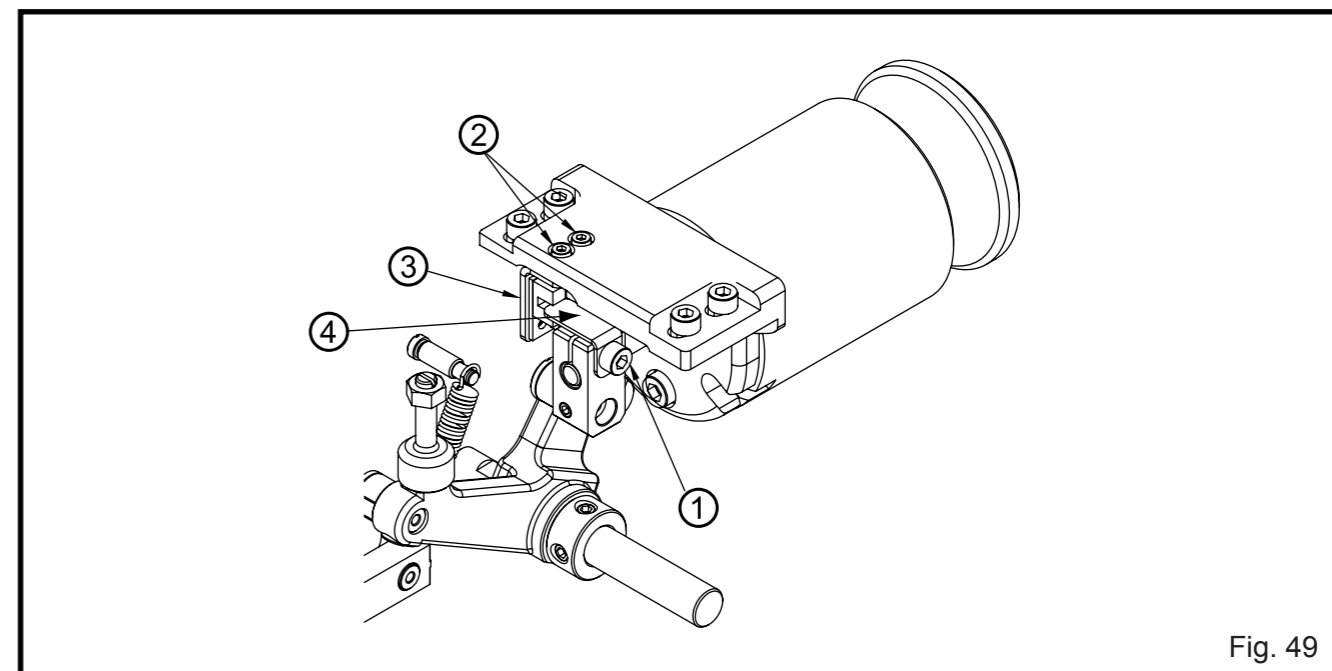

Fig. 49
Para colocar a placa do sensor da parte superior, inferior, esquerda e direita e central do detector de sensor, ajustando-o pelo parafuso ① ②, a almofada lubrificadora fixa com sensor de detecção de ajuste fixo ③ e a placa de sensor de ponto ④ quando a alavanca da faca volta para o lado superior (Fig. 49).